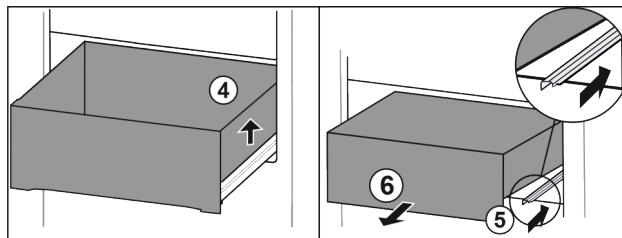

Fig. 13
- ▶ Nadvihnite zásuvku doprava. Fig. 13 (4)
- ▶ Zasuňte pravú koľajničku. Fig. 13 (5)
- ▶ Odoberte zásuvku dopredu. Fig. 13 (6)